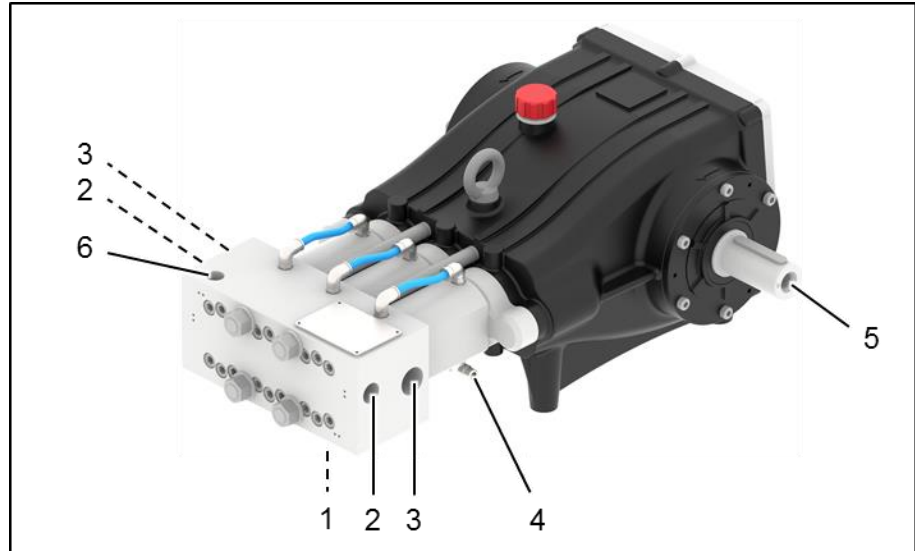

Figura 13: Interfacce della pompa (immagine simile)
1. Collegare le tubazioni di collegamento come illustrato nella Figura 13. Consigliamo di utilizzare tubazioni flessibili in modo da evitare una trasmissione delle vibrazioni.
3. Per lo sfiato della sostanza trasportata si consigliano valvole di sfiato (automatiche). Per il collegamento della tubazione della pressione iniziale è necessario un raccordo di G1" (lato di pressione iniziale, vedere Figura 13: Posizione 3). Per il collegamento della tubazione ad alta pressione è necessario un raccordo di M24x1,5 (lato di pressione iniziale, vedere Figura 13: Posizione 2). Inoltre occorre utilizzare dispositivi di fissaggio dei tubi flessibili.